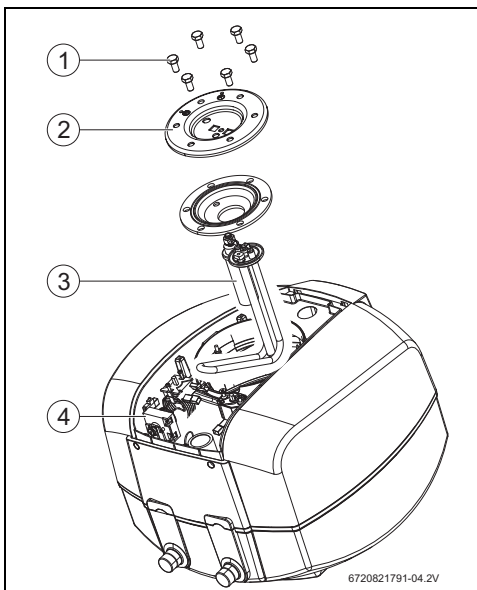

Fig. 13 Acesso e identificação dos componentes internos
- ▶ Premir o botão do dispositivo de segurança (Fig. 13, [4]).